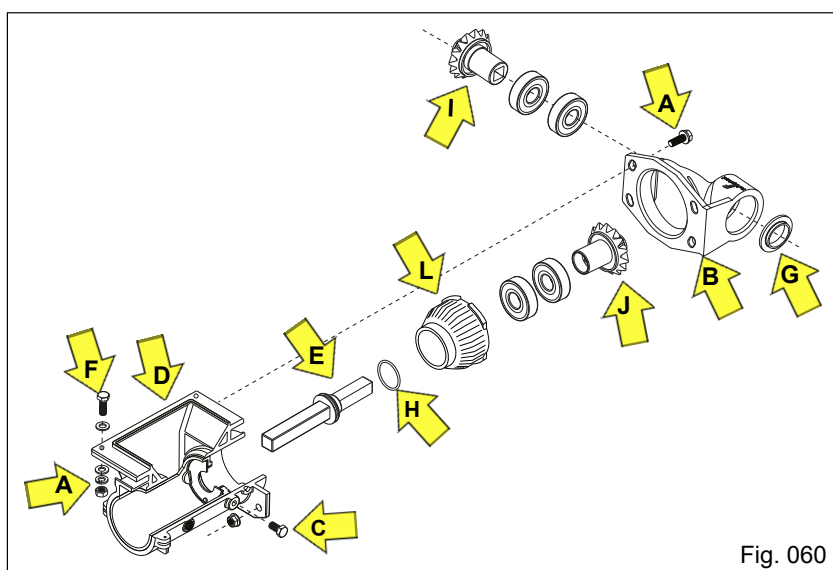

Fig. 060
e) Para a troca, limpeza ou substituição dos rolamentos e componentes do conjunto, retire o conjunto dosador da Plantadora através da remoção do eixo acionador e buchas de união, afrouxe e retire os parafusos de fixação do dosador na base do distribuidor. A seguir retire os quatro parafusos e porcas "A" de fixação do mancal suporte dos pinhões de transmissão "B", afrouxe e retire os parafusos "C" de fixação do revestimento "D", retirando a seguir o conjunto. Retire o eixo acionador "E" e remova a bucha "L" dos mancais do rolamento, fazendo a limpeza ou substituição necessária (Fig. 060).
Observe se há necessidade de montar arruelas de ajuste "H" nos pinhões "I e J". Havendo necessidade de substituição dos pinhões, troque as tuas peças, ou seja o pinhão motriz "I" e o pinhão movido "J". Aproveite para verificar as condições do parafuso "F", caso os mesmos apresentem corrosão excessiva, deve substituir por parafuso de inox (Fig. 060).